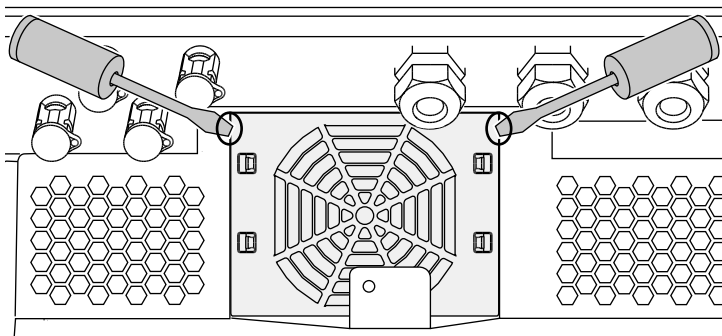

Abb. 70: Lüftergitter lösen
2. Lüfter ausbauen. Dazu am Rand des Lüftergitters einen Schraubendreher ansetzen und leichten Druck auf das Lüftergitter ausüben. ↗ Abb. 70